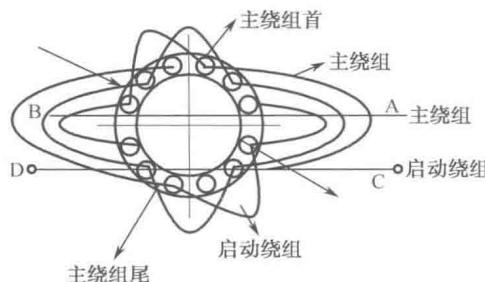

图 1-1 单相罩极式异步电动机的接线
**师傅** 单相罩极式异步电动机无论是凸极式还是隐极式，其接线规律都符合“罩极由主转向副”。如图 1-1 所示为 12 槽 2 极单相罩极式异步电动机的接线方法（属于隐极式电动机）。主绕组为 1 进 4 出，10 进 7 出。即首进尾出，尾进首出，采用了尾接尾的反串法。副绕组各自形成短路环，只有 2 匝。图中 AB 为主绕组中性线，CD 为副绕组中性线。这样接线，转向总是由主绕组中性线向副绕组中性线旋转。